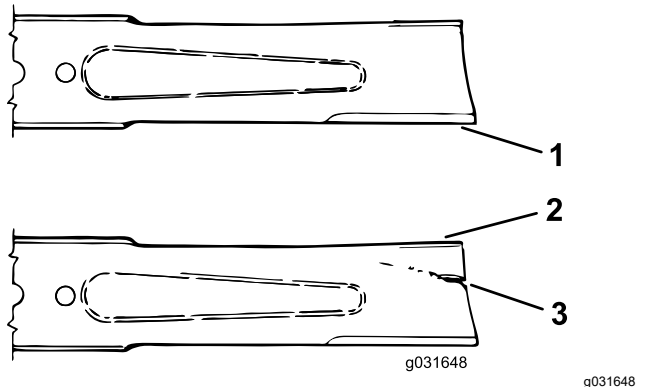

図 75
- ブレードの切っ先を注意深く観察、特に、直線部と曲線部が交わる部分をよく観察する 図 75。